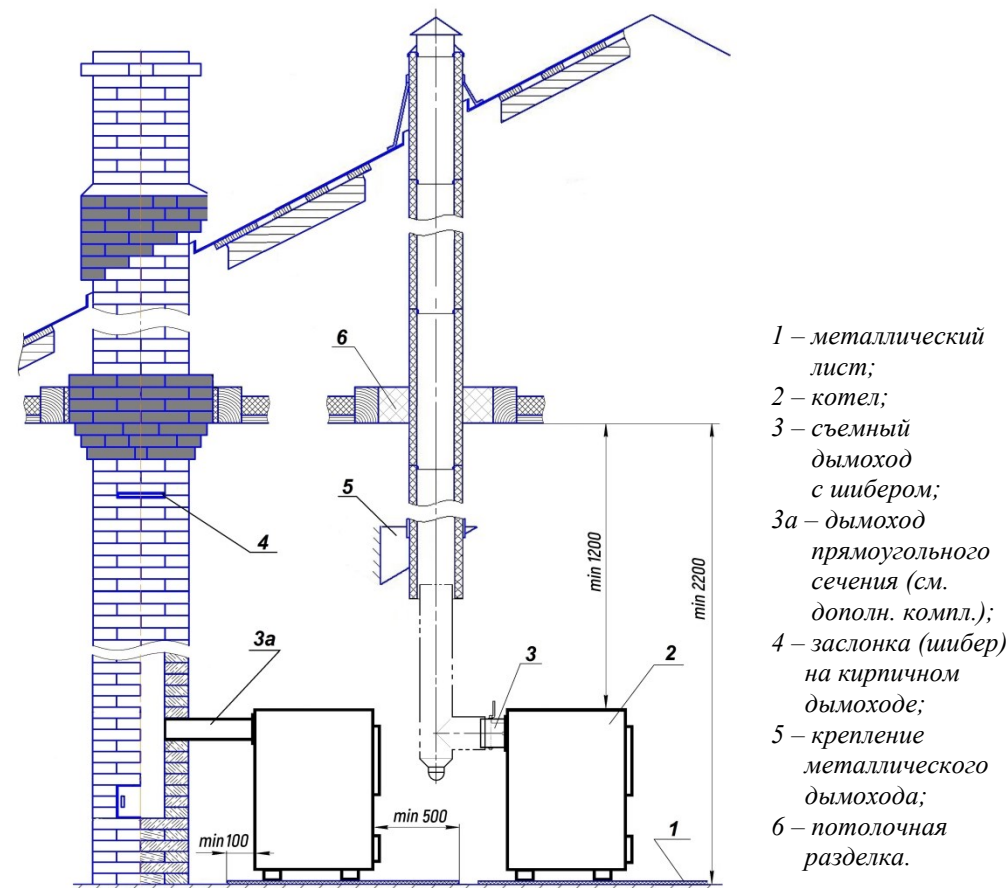

Рисунок 3. Схема установки дымовой трубы
8.2. Помещение, в котором монтируется котел (поз.2 на рис.3), должно быть оборудовано индивидуальным дымоходом и вентиляцией. Вентиляция должна обеспечивать трехкратный воздухообмен в течение одного часа, не считая воздуха, необходимого для горения. Пол под котлом должен быть выполнен из негорячего материала. При установке на сгораемые конструкции здания, котел должен быть смонтирован на металлический лист (поз.1) толщиной не менее 1 мм с подкладкой из негорючего теплоизоляционного материала толщиной не менее 10 мм. Перед котлом, со стороны топочной дверцы, металлический лист должен выступать не менее чем на 500 мм, по периметру – на 100 мм; ширина листа – не менее 700 мм (п.6.6.23 СНиП 41-01-2003).